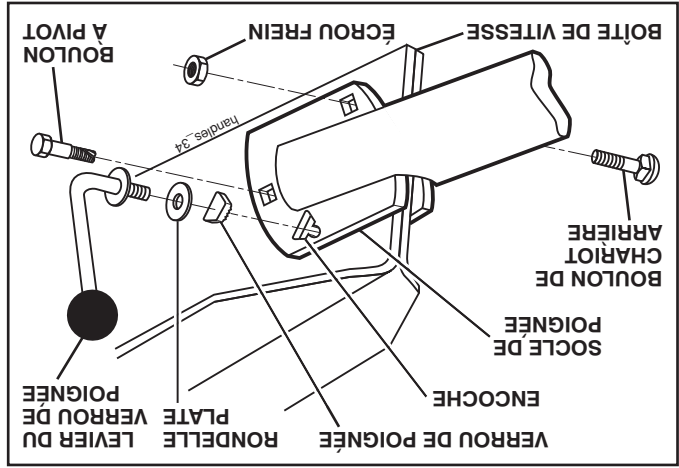

Fig. 5
- Pivotez vers en bas l'ensemble de la poignée. Insérez d'abord le levier de vitesse dans l'encoche de la poignée. Insérez le levier de vitesse dans l'encoche de la poignée et montez le levier de vitesse (voir la fig. 5).